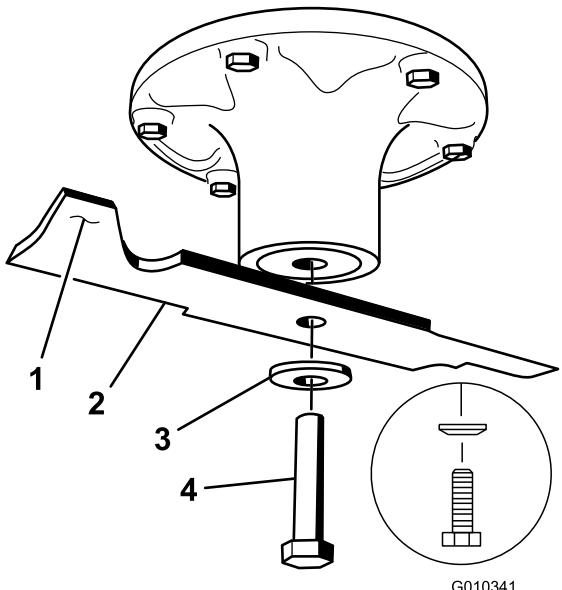

Figura 57
Sujete el extremo de la cuchilla usando un trapo o un guante grueso. Retire del eje el perno de la cuchilla, la arandela curva y la cuchilla (Figura 57).
cuchilla se mantiene horizontal, está equilibrada y puede utilizarse. Si la cuchilla no está equilibrada, rebaje algo el metal en la parte de la vela solamente (Figura 57). Repita este procedimiento hasta que la cuchilla esté equilibrada.
1. Instale la cuchilla en el eje (Figura 57).
2. Instale la arandela de muelle y el perno de la cuchilla. El cono de la arandela de muelle debe estar orientado hacia la cabeza del perno (Figura 57). Apriete el perno de la cuchilla a 47–88 Nm (35-65 pies-libra).